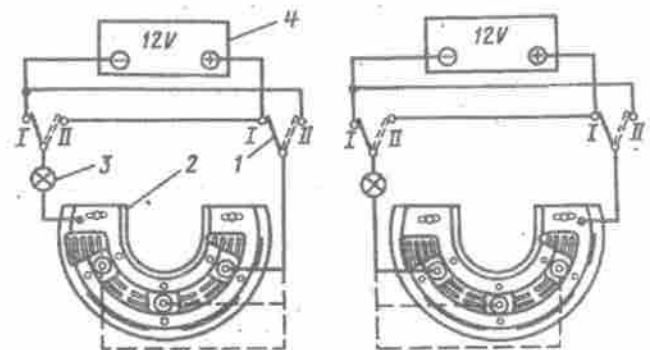
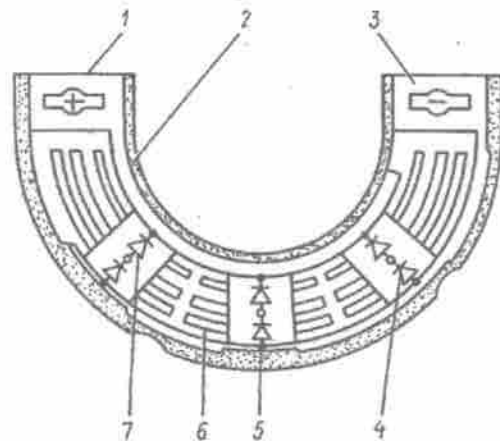

Bild 239. Prüfschaltung für Dioden:
Bild 246. Gleichrichterblock:
2. Gleichrichterblock nach der in Bild 239 gegebenen Schaltung prüfen.
Den Gleichrichterblock (Bild 246) sorgfältig reinigen. Die Dioden mit Hilfe einer Kontrollampe prüfen (Bild 239). Im Zusammenhang damit, daß in jedem Blockschnitt Dioden verschiedener Polarität eingebaut sind, prüfe man sie bei verschiedener Anschließpolarität der Batterie.